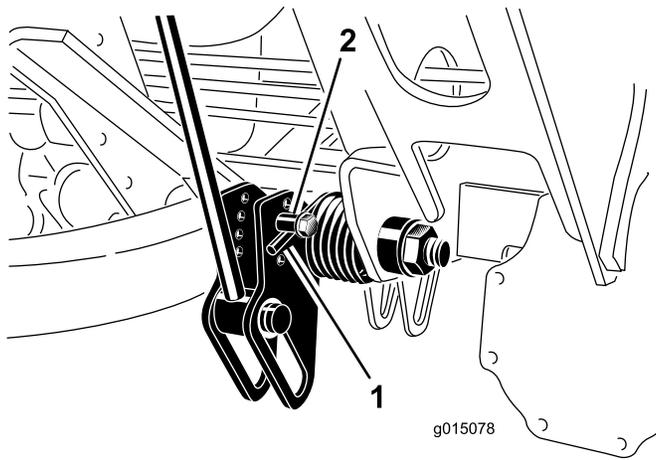

Figura 41
2. Coloque un tubo u otro objeto similar sobre el extremo largo del muelle para aliviar la tensión durante el ajuste (Figura 41).
3. Para aliviar la tensión del muelle, retire el perno y la contratuera que sujetan el actuador del muelle al soporte (Figura 41).